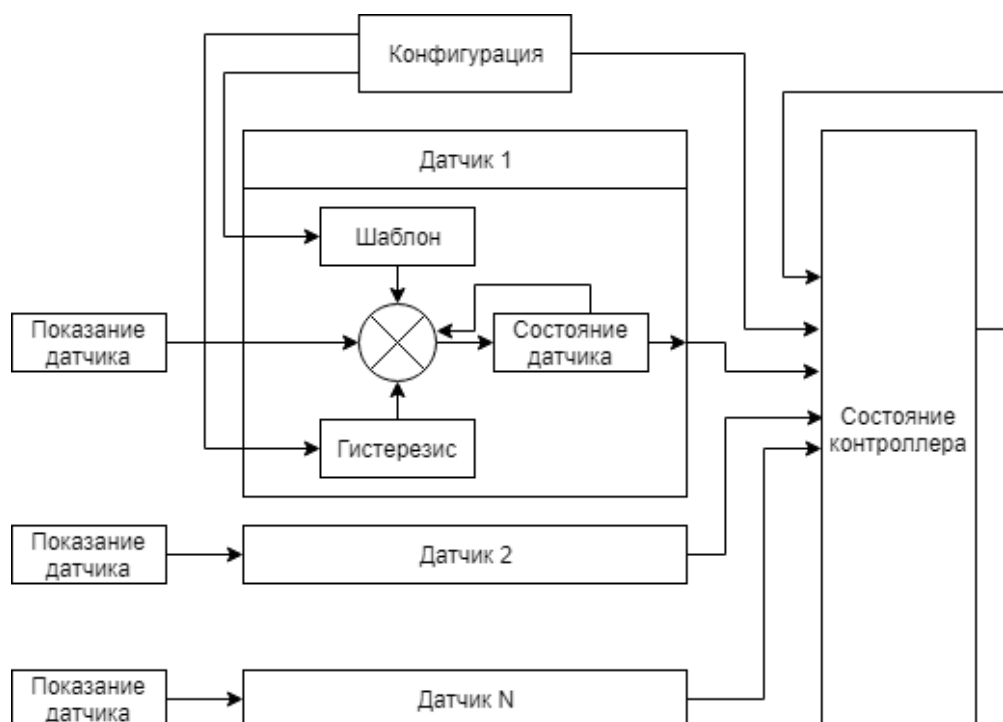

Рис. 7.1 - Диаграмма функционирования ПО
- 8.1.1.** Показания, получаемые от датчиков и устройств, являются бинарными состояниями (0, 1) для дискретных датчиков либо цифровыми показаниями для аналоговых датчиков, датчиков 1-wire и цифровых устройств (например, 10,5 мА, или 12,1 В, или 1234,6 кВт·ч). ПО Контроллера анализирует состояние датчиков и устройств в соответствии с Рис. 7.1.